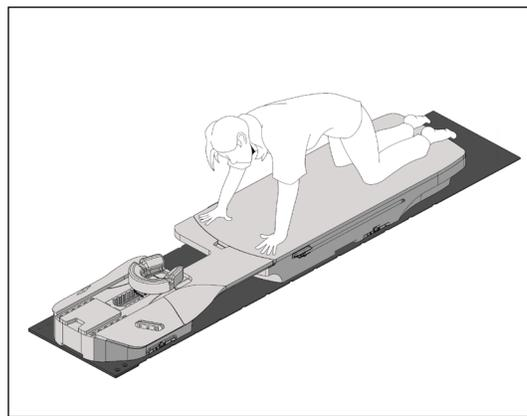

Fig. 13
3. Chiedere al paziente di posizionare la parte superiore del corpo aiutandosi con le mani o i gomiti. (Fig. 13)